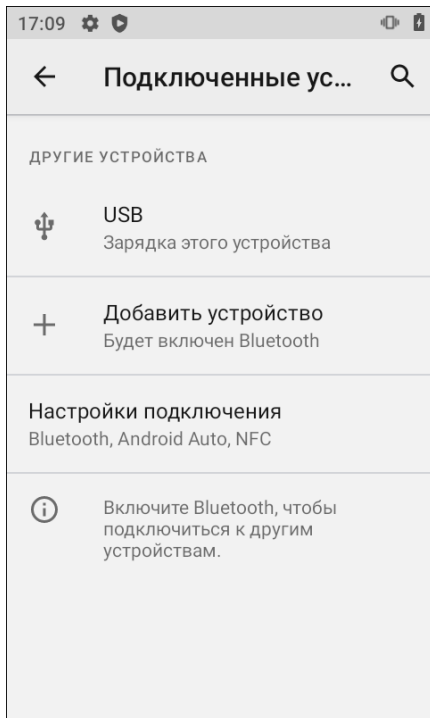
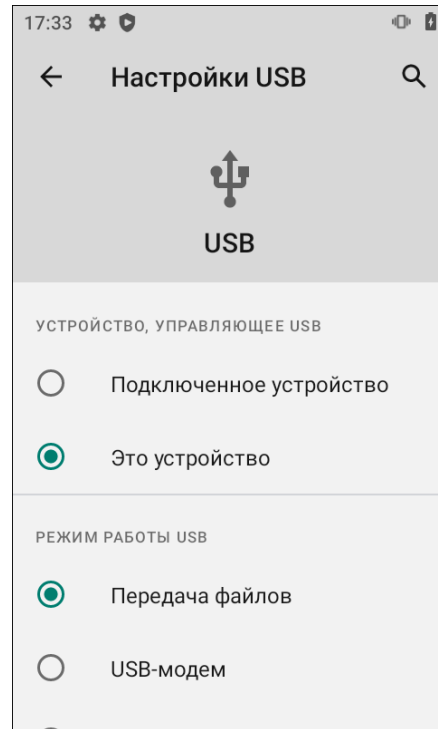

Рисунок 33. Раздел **Подключенные устройства**
Рисунок 34. Настройка режима работы USB
- 2** Перейти в **Настройки** (рисунок 11а) -> **Подключенные устройства** (рисунок 13) -> **USB** (рисунок 33) и выбрать пункт **Передача файлов** (рисунок 34).